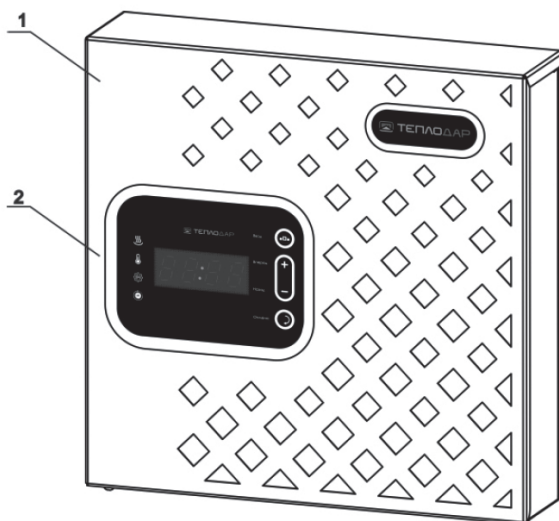

Рисунок 1. Основные компоненты пульта управления электрокаменками Comfort AIR
- Силовой блок регулировки мощности, обеспечивающий управление нагрузкой (рис.1, поз.1)
- Панель управления, встроенная в корпус блока мощности. Имеет в своем составе четырехразрядный индикатор, а также органы управления вводом информации (рис.1, поз.2)